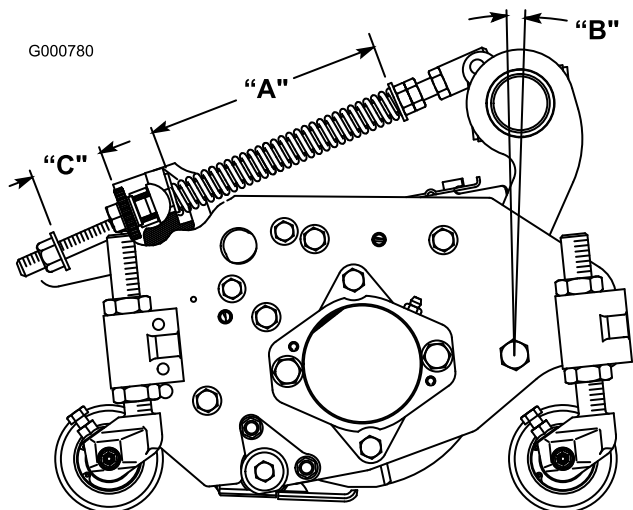

図 73
ターフ補正スプリング (図 73) は、キャリア・フレームとカッティングユニットをつないでお
1. スプリングロッド後部のロックナットを締めて、すきま (C) を 25 mm とする (図 73)。
2. スプリングロッド前部の六角ナットを締めて、スプリング (圧縮状態) の長さ (A) が 20.3 cm になるようにする (図 73)。
注 ラフで使用する時やアンジュレーションの大きなフェアウェイを刈る時は、上記の長さ (A) を 21.6 cm とし、スプリングブラケット後部とワッシャ前面のすきま (C) を 38 mm としてください (図 73)。